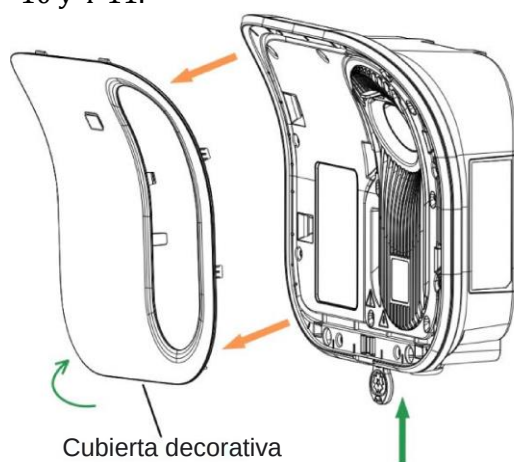

Figura 4-10. Retirada de la cubierta decorativa
- (3) Utilice la llave de la cubierta para abrir la cubierta decorativa del EVSE, cuelgue el EVSE en los dos tornillos extendidos superiores, e inserte los dos tornillos autorroscantes en la parte inferior a través del orificio de montaje del tornillo frontal del EVSE para fijar el EVSE, como se muestra en la Figura 4-10 y 4-11.